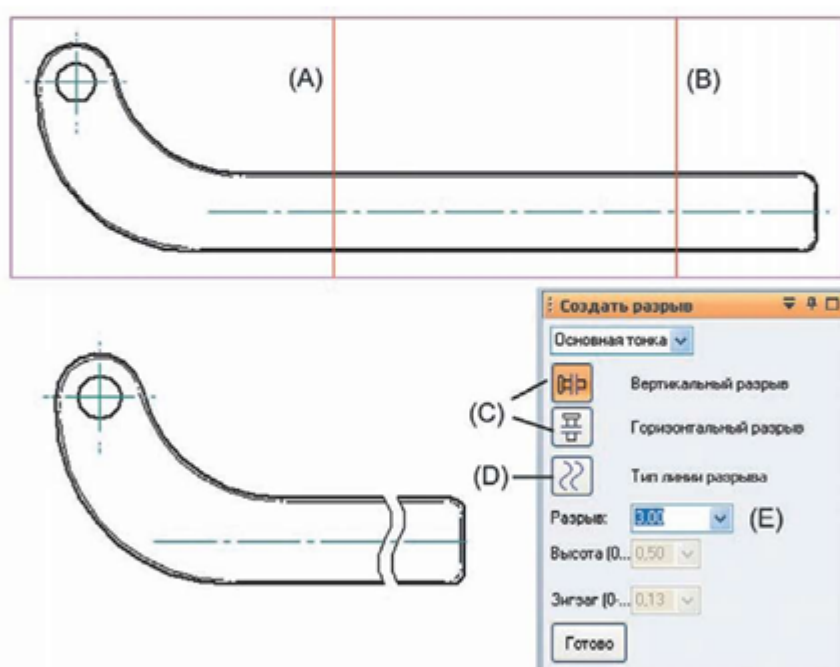

Рис. 4. Создание вида с разрывом
Командой «Создать разрыв» из контекстного меню чертежного вида задайте область, которую хотите полностью удалить из вида детали. Затем задайте две ограничивающие линии (A) и (B) (рис. 4), которые будут определять область для удаления. В меню команды укажите тип разрыва (горизонтальный или вертикальный), стиль линии разрыва и значение зазора между ними и нажмите кнопку «Готово».